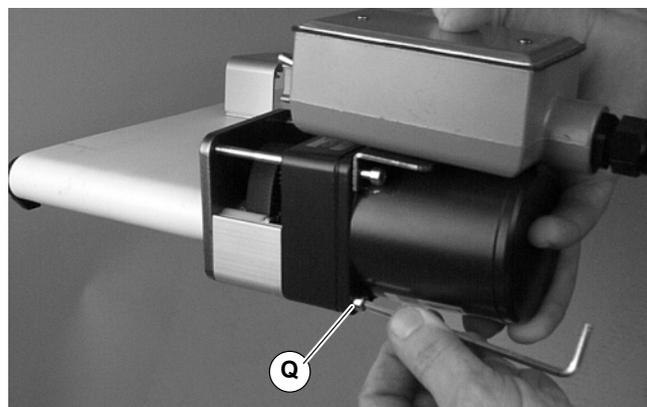

Abbildung 7
9. Antriebsrolle des Getriebemotors in den Zahnriemen einlegen. Bausatz mit zwei (2) unteren Schrauben (Q siehe Abbildung 7) montieren. Mit 5 Nm festziehen.
5. Neuen Zahnriemen (M) über Abtriebscheibe (J) und zwischen Spurkranz (S) legen.
6. Antriebsrolle des Getriebemotors in den Zahnriemen einlegen. Bausatz mit zwei (2) unteren Schrauben (Q siehe Abbildung 7) montieren. Auf 5 Nm festziehen.